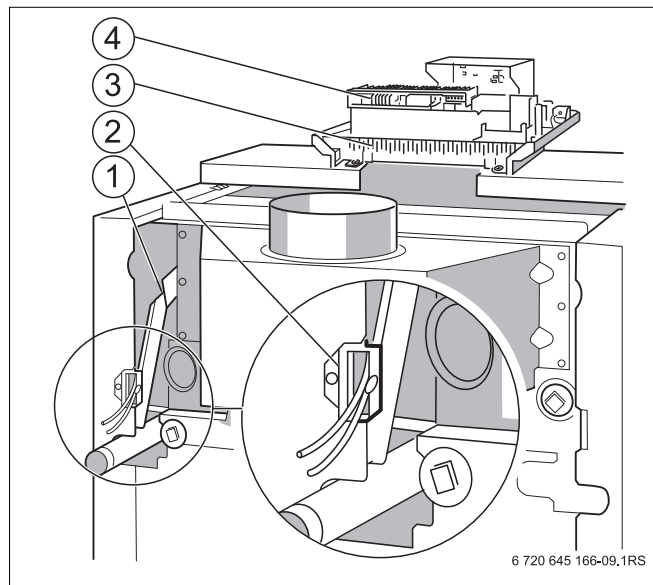

Рис. 18 Кабельный ввод и штекерные соединения, Система управления Logamatic 4000
Электрические соединительные провода заказчика и соединительный провод от системы контроля дымовых газов проведите к системе управления снизу через кабельный ввод (Рис. 18, поз. 1) в кабельный канал (Рис. 18, поз. 2).
- Выполните электрические подключения штекерных соединений (Рис. 18, **поз. 4**) системы управления в соответствии с прилагаемой электросхемой.